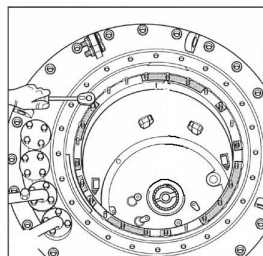

图 23
(5) 拆下头部法兰内红色油漆标志区域内的固定螺母(17个M8螺母, 13号扳手), 从支撑法兰上吊起开关头(图23)。注意不要损伤O形密封圈。将开关头部法兰放置在平整铺有干净油纸的地面上待用。